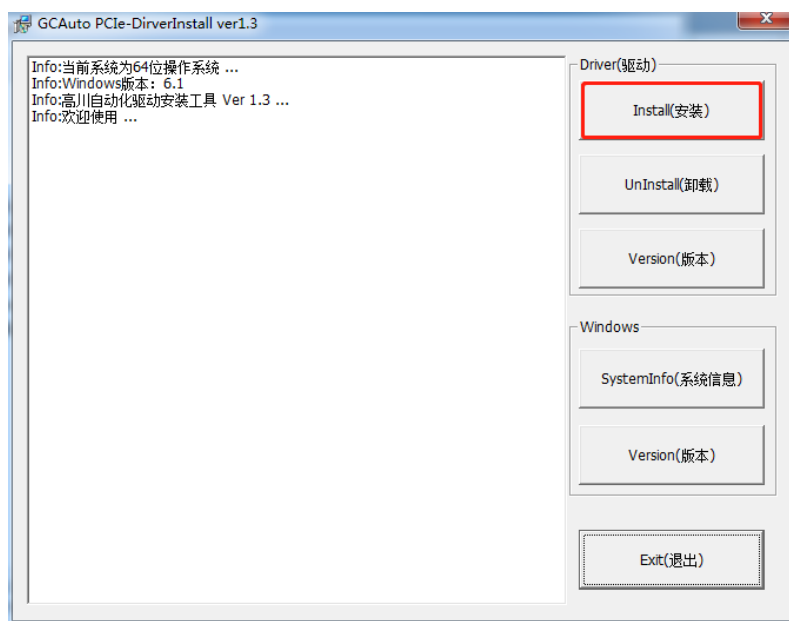

图 2.2.1 驱动安装界面
(1) 电脑关机状态插上 PCIE 卡，开机后，打开路径“PCIE 系列光盘资料\驱动工具\高川 PCIE 卡驱动安装管理工具”双击 DriverInstall.exe 如图 2.2.1 驱动安装界面；